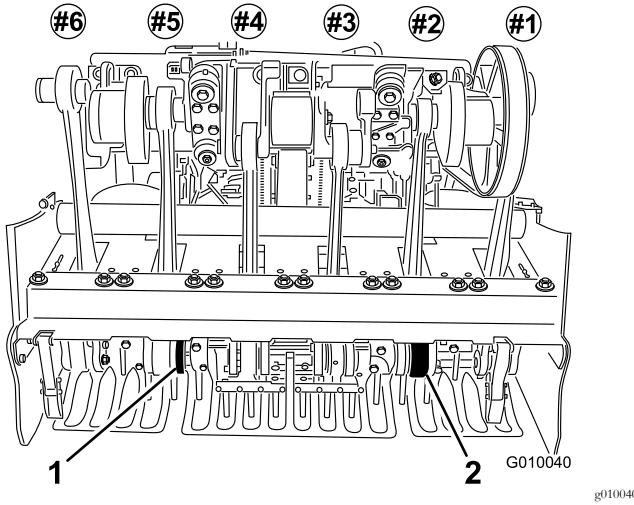

Bild 25
6. Setzen Sie Tines in den zweiten und fünften Tines-Halter ein (Bild 25). Ziehen Sie die Schrauben fest.